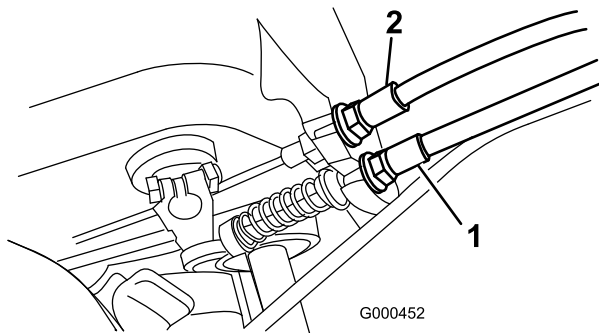

Bild 31
2. Wenn Sie die Zugspannung erhöhen möchten, lösen Sie die Klemmmutter des vorderen Zugs und ziehen Sie die Klemmmutter des hinteren Zugs an (Bild 31), bis eine Kraft von 2,7 bis 4 kg benötigt wird, um die Bremse zu aktivieren. Die Kraft sollte am Einstellhandrad gemessen werden. Stellen Sie die Bremse nicht zu fest ein, da das Bremsband sonst schleifen könnte.